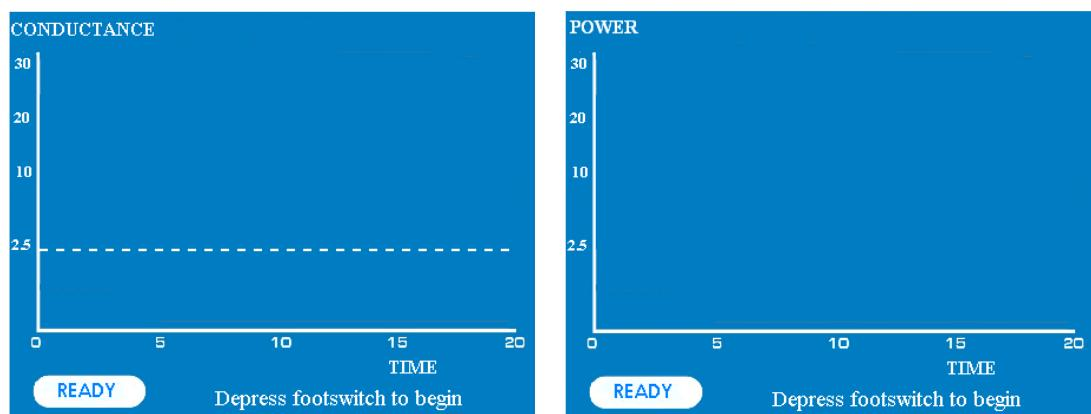

図9 クランプタイプ電極の場合 (左)、ペンタイプ電極の場合 (右)
11. ASB3 セレクタースイッチを回転させ、希望のハンドピースを選択します。ハンドピース接続口の上にある緑の LED は、起動するために選択されたハンドピースを示します。ジェネレーターは READY モードへ移行します。(図 9 参照)。ディスプレイ画面と 緑色に点灯している READY インジケーターは、本機が READY モードにあることを示します。